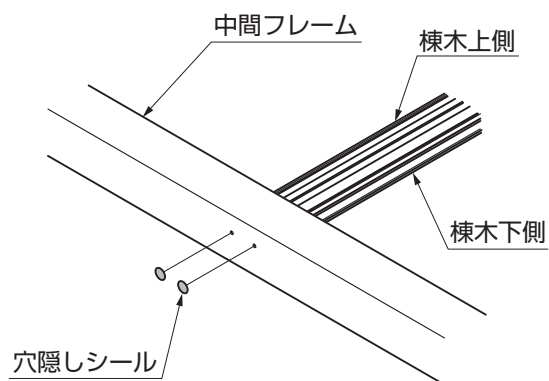

図6-4
- 棟木を取付けない場合は中間フレームに穴隠しシールを貼付けてください。(図6-4参照)